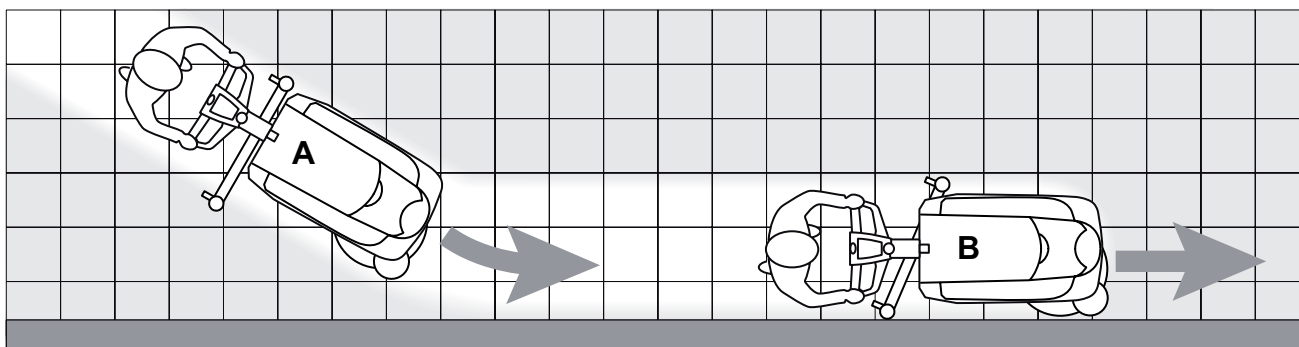

Рис. 2
2. Держа обе руки на ручке управления (2), выведите машину и начните чистку/сушку пола.
3. Если необходимо, отрегулируйте количество раствора с помощью кнопки (57).
*Во избежание повреждения поверхности пола не используйте щетку без раствора. Если машина не работает, остановите щетку/прокладкодержатель, отпустив рычаги (60).*
*Прежде чем поднимать щетку/прокладку, выключите ее, отпустив рычаги (60).*
*Для правильного подметания/сушки полов вдоль стен Nilfisk рекомендует проходить рядом со стенами правой стороной машины, как показано на Рис. 2.*